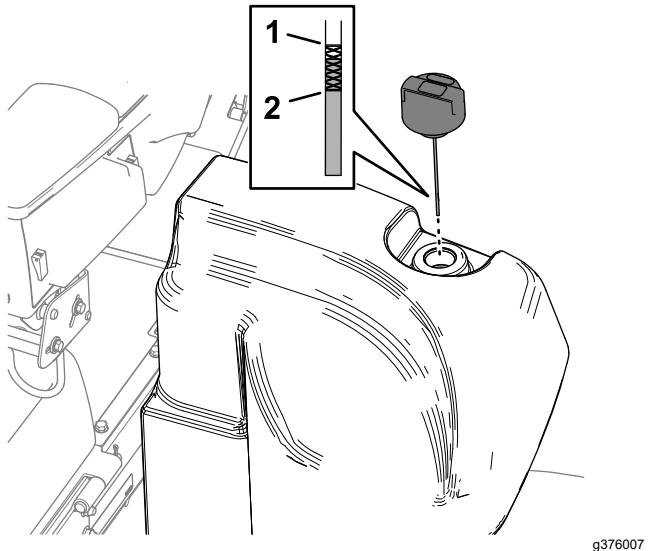

Bild 142
2. Reinigen Sie den Bereich um den Füllstutzen und den Deckel des Hydraulikbehälters (Bild 142).